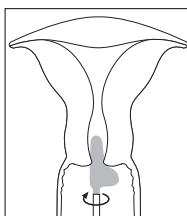

Fig. 2
4. Den Tupfer in dieser Position halten, dann 3 Mal im und 3 Mal gegen den Uhrzeigersinn drehen und sicherstellen, dass der lange L-förmige Teil mit dem Zervixkanal in Kontakt ist und sich der kurze L-förmige Teil um die ektozervikale Zone dreht (siehe Fig. 2).